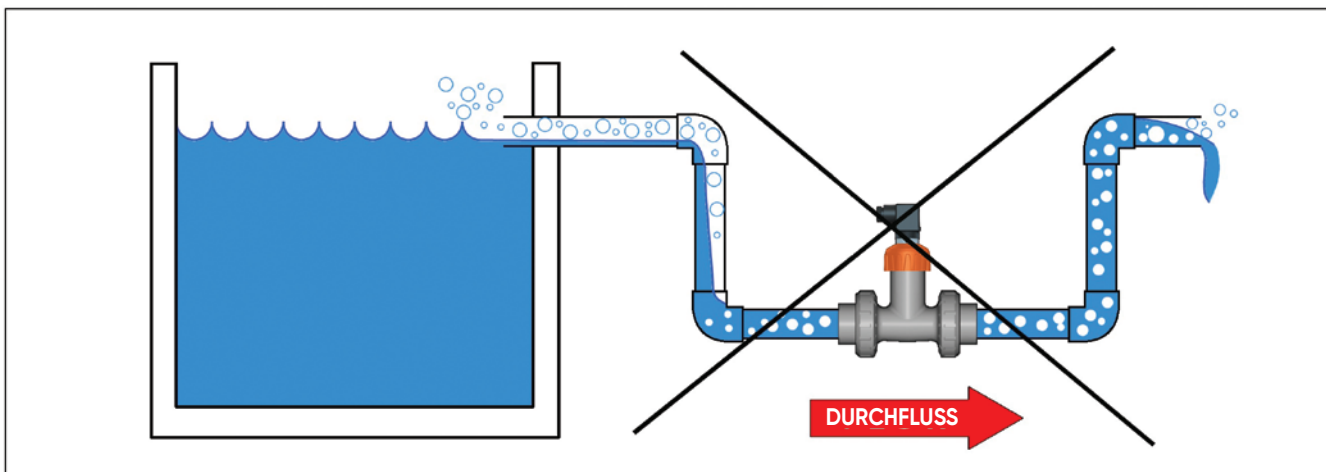

Abb. 4
- In Systemen mit Schwerkraftströmung muss die Verbindung zum Tank so konstruiert sein, dass der Füllstand nicht unter den Auslass sinkt: Hierdurch wird vermieden, dass Luft aus dem Tank in die Rohrleitung dringt und der Transmitter ungenaue Messergebnisse liefert (**Abb. 4**).